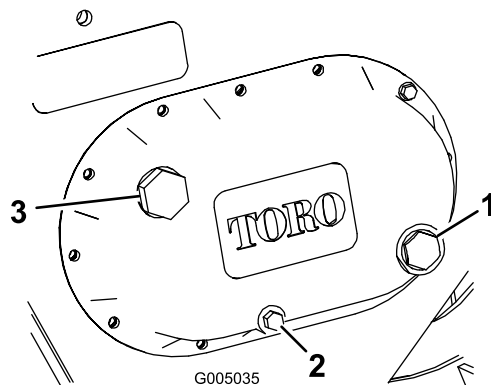

Figura 14
3. Controllate l'indicatore di livello sul fianco della scatola degli ingranaggi (Figura 14).
4. Se il livello del lubrificante è insufficiente, estraete il tappo di riempimento (Figura 14) e riempite la scatola degli ingranaggi di lubrificante fino a raggiungere il livello indicato dal punto rosso dell'indicatore.
4. Togliete il tappo di spurgo (Figura 14) e lasciate fuoriuscire l'olio, raccogliendolo nel contenitore.
6. Togliete il tappo di riempimento (Figura 14) e riempite la scatola degli ingranaggi di lubrificante fino a raggiungere il livello indicato dal punto rosso dell'indicatore.